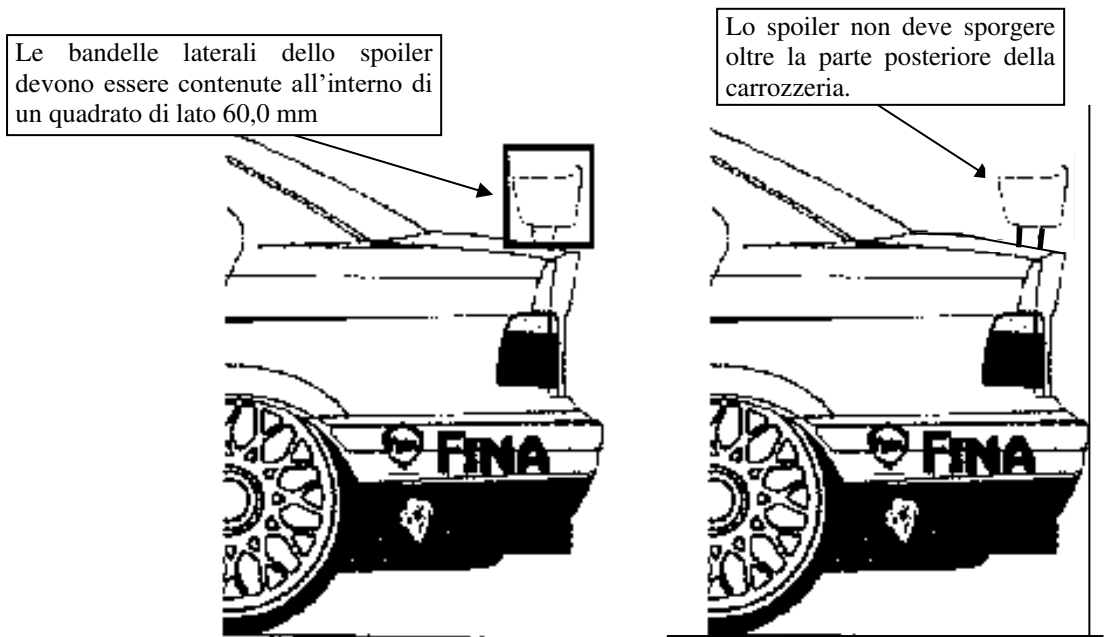

Figura 26: Caratteristiche geometriche dello spoiler posteriore
7.1.21 L'ala deve poter essere contenuta, vista lateralmente, in un quadrato da 60,0 mm x 60,0 mm di lato, vedi Figura 26, e non deve sporgere dalla parte posteriore del modello.